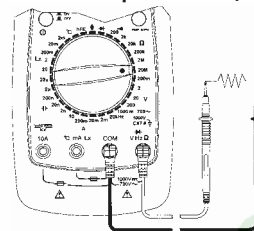

Рисунок 7
- (1) Вставьте штекер черного щупа в гнездо **COM**, а красного в гнездо **Ω**.
- (2) Установите поворотный переключатель в положение требуемого диапазона измерения сопротивления. Подключите щупы, как показано на рис. 7.
- (3) Если на дисплее Вы увидите только символ "0L", это означает состояние перегрузки, и следует выбрать больший диапазон измерения.
- (4) Прочитайте на ЖК-дисплее показание результата измерения.
- (5) При режиме прозвонки цепи, если сопротивление цепи менее 50 Ом прибор подаст звуковой сигнал. Подключите щупы, как показано на рис. 7.